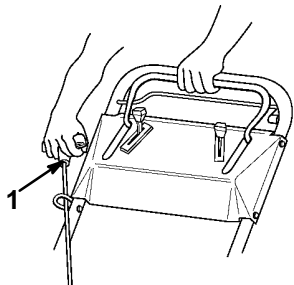

Figure 48
2. Lentamente girar varias veces el motor usando la cuerda de arranque, para distribuir el aceite (Fig. 48).